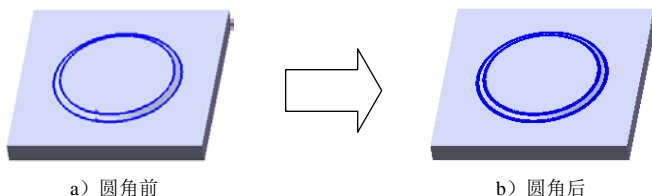

图 17.7.46 创建圆角 1
Step4. 创建圆角 1。选择下拉菜单 **插入(I)** → **特征(F)** →  **圆角(U)...** 命令; 选取图 17.7.46 所示的圆角, 圆角半径值为 3.0。